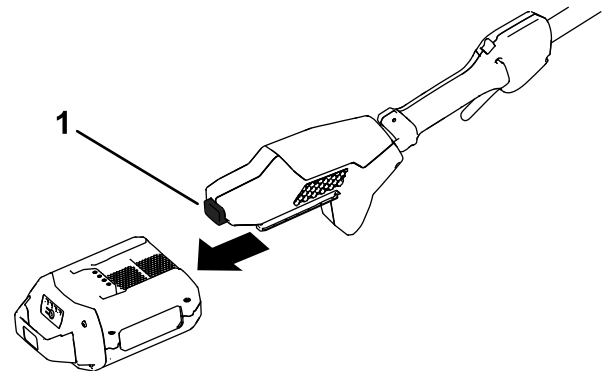

Figuur 13
- C. Zaag de takstomp af bij de takkraag (Figuur 13).